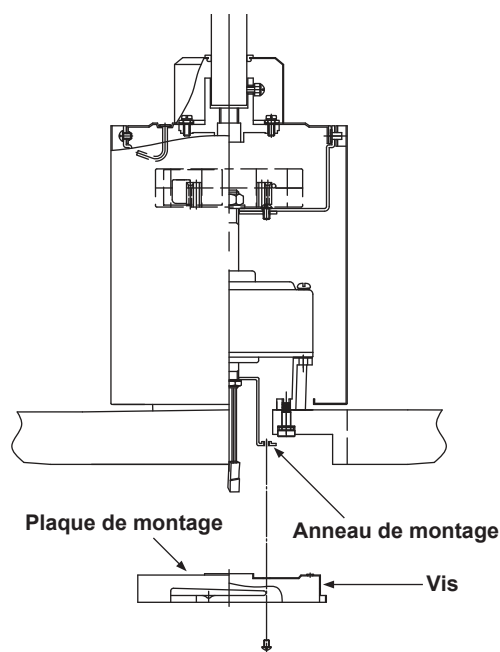

Figure 14
Étape 2. Placez les trous de serrure sur la plaque de montage sur les 2 vis précédemment desserrées de la bague de montage, tournez la plaque de montage jusqu'à ce qu'elle se verrouille en place sur la section étroite des trous de serrure. Fixez en serrant les 2 vis précédemment desserrées et celle qui a été précédemment retirée. (Fig. 14)